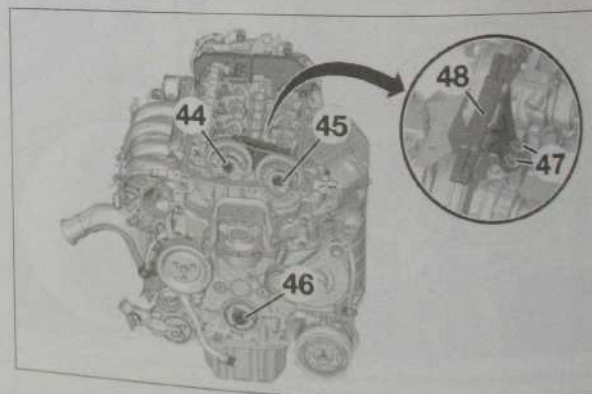

Fig. 21
- les vis de fixation (44) et (45) des poulies d'arbres à cames (Fig.21),
- la vis de fixation (46) du pignon de vilebrequin.
- les 2 vis de fixation (47) du patin antibatteement (48),
- le patin antibatteement (48),
- le patin antibasculement (48) (Fig.21),